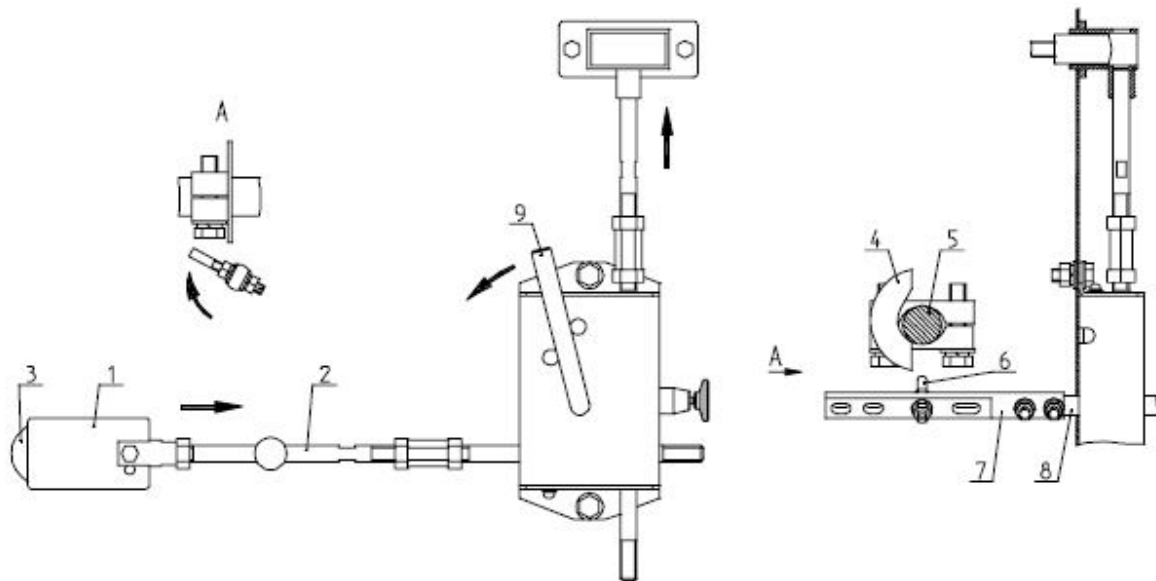
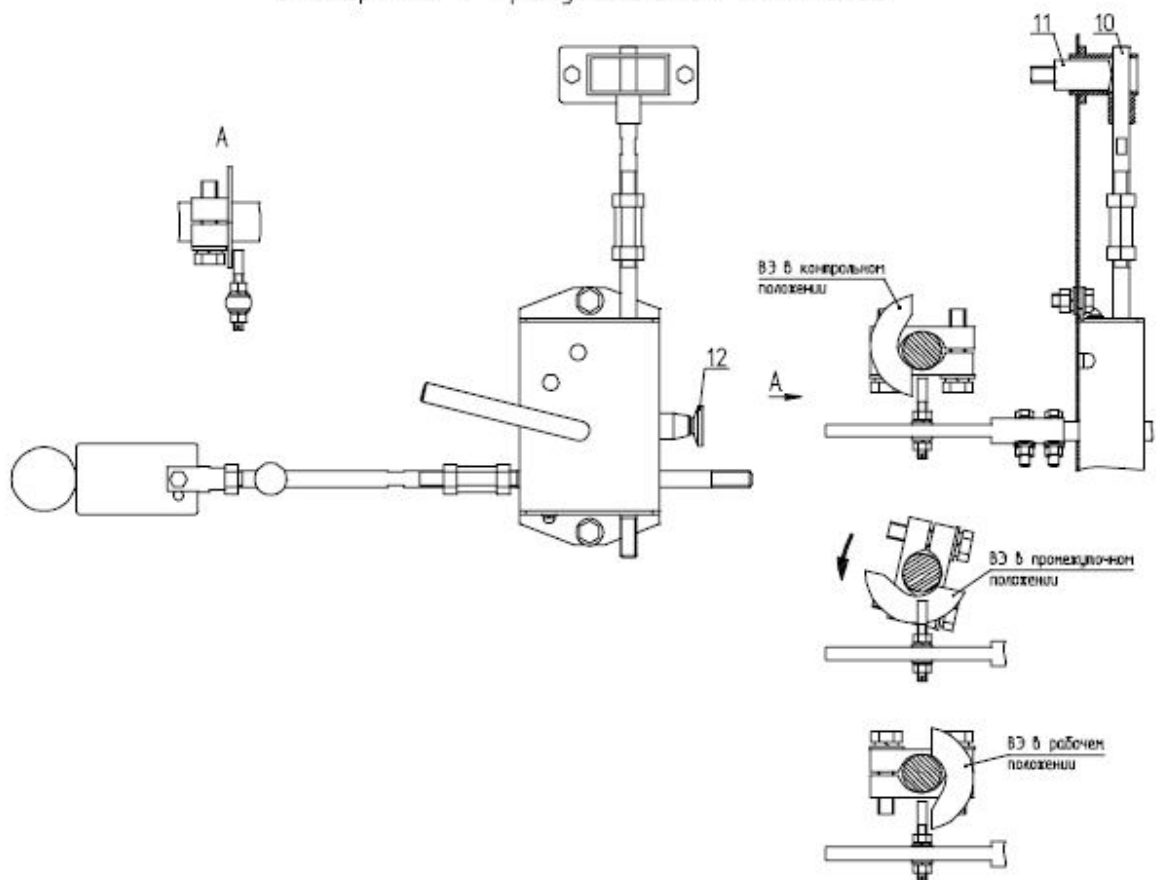

**Рис.1 Кнопка ручного отключения ВВ.**
Рис.2 Работа блокировочного узла ВЭ К-37.
Пластина 1 (рис. 1) установленная на тягу 2, удлиняющую ось блокиратора, не дает вставить в отверстие 3 на фасаде ключ для вращения червячного редуктора. Для изменения положения пластины надо перевести блокиратор в зафиксированное состояние но, если вакуумный выключатель включен, из фланца 1 (рис. 2) выступает кнопка ручного отключения 2 и ось блокиратора 3 (или удлиняющая ее тяга) упрутся в нее при попытке изменить состояние блокиратора. Поэтому надо выключить выключатель, чтобы убрать препятствие на пути оси блокиратора.
Когда ВЭ находится в положении промежуточном между рабочим и контрольным блокировка препятствует включению вакуумного выключателя. Сектор 4 (см. рис. 2) закрепленный на вал червячного редуктора 5 и вращающийся вместе с ним препятствует возврату блокировки в исходное положение, сектор открывает дорогу шпильке 6, установленной на стержень 7 удлиняющий сквозную ось блокиратора 8, только в рабочем или контрольном положении ВЭ.
Блокиратор может находиться в двух состояниях - свободном и зафиксированном. В свободном состоянии цепь включения вакуумного выключателя замкнута, пружина 9 (см. рис. 4А) разжата и стопор 7 не препятствует движению осей блокиратора. Для перехода в зафиксированное состояние ручка 5 (см. рис. 2) поворачивается в направлении указанном стрелкой, при этом пружина 9 (см. рис. 4Б) сжимается, узел ручки 5 давит на пластину 10 выключателя ВКМ-02 и размыкает цепь включения вакуумного выключателя. После того, как толкатель 11 (см. рис. 4Б) пройдет мимо, стопор 7 выталкивается пружиной 12 внутрь корпуса блокиратора и фиксирует состояние блокиратора, не давая осям, толкаемым пружиной 9 вернуться в исходное положение.
- повернув ручку 9 (см. рис. 2) перевести блокиратор в зафиксированное состояние, при этом тяга 10 перекроет кнопку ручного отключения вакуумного выключателя 11 (это механическая блокировка от включения вакуумного выключателя), внутри блокиратора срабатывает выключатель ВКМ-02 и размыкает цепь включения вакуумного выключателя (электрическая блокировка), пластина 1 (см.рис.2) сдвигается и дает вставить в отверстие 3 ключ для вращения червячного редуктора (для ВЭ с механизмом в виде червячного редуктора) или поворачивается ось 1 (см. рис. 3) механизма фиксации.